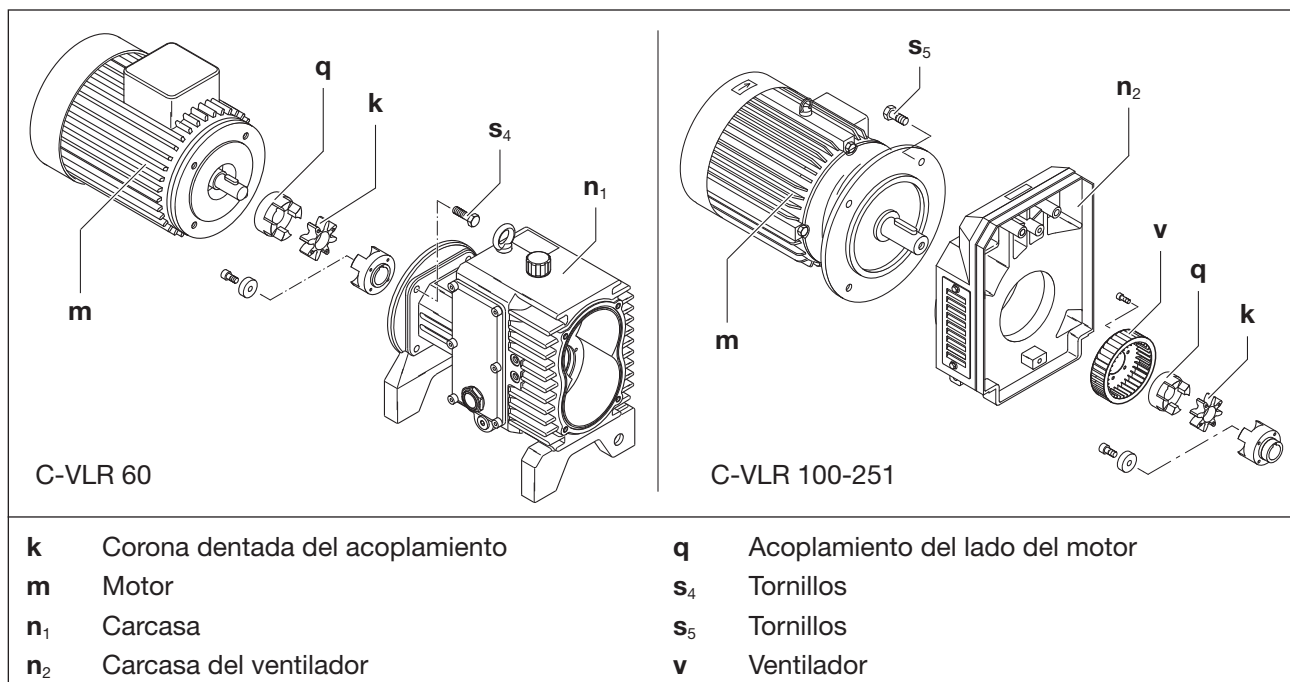

Fig. 10 Acoplamientos C-VLR 60 y C-VLR 100 - 251
- Fijar el equipo de elevación a las lengüetas de transporte del motor (Fig. 10/m).
- Aflojar los tornillos (Fig. 10/s₄) en la brida de la carcasa (Fig. 10/n₁).
- Extraer axialmente el motor con su parte del acoplamiento (Fig. 10/q) y suspenderlo mediante el equipo de elevación.
- Comprobar la corona dentada (Fig. 10/k). Sustituir la corona dentada si está dañada o desgastada.
- Volver a colocar el motor con parte del acoplamiento (Fig. 10/q) del lado del motor de forma axial y con los tornillos (Fig. 10/s₄) fijados en la brida del motor (Fig. 10/n₁).
- Aflojar los tornillos (Fig. 10/s₅) en la brida del motor.
- Extraer axialmente el motor con su parte del acoplamiento (Fig. 10/q) de la brida del motor (Fig. 10/n₂) y suspenderlo mediante el equipo de elevación.
- Comprobar que el ventilador (Fig. 10/v) no presente daños y sustituir en caso contrario.
- Colocar el motor con la mitad del acoplamiento del lado del motor (Fig. 10/q) axialmente en la carcasa del ventilador (Fig. 10/n₂) y fijarlo a la brida del motor con los tornillos (Fig. 10/s₅).